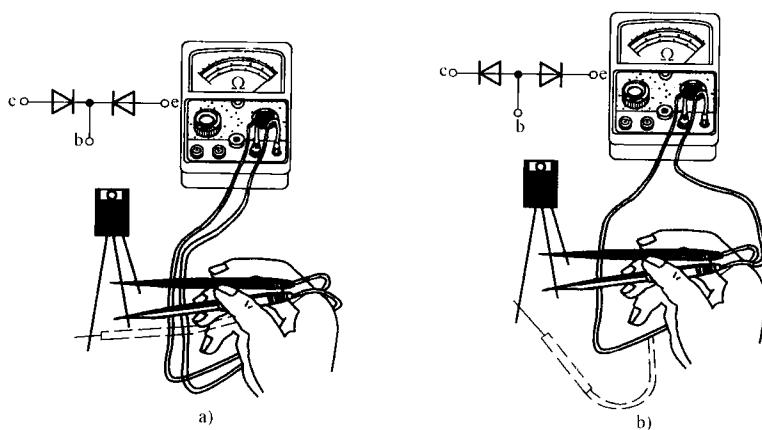

图 1-10 三极管基极的判别
(1)三极管基极的判别:将万用表置于  $R \times 100$  档,任意选定一个管脚为基极,将黑表笔与之相接,用红表笔分别接其他两极,若两种情况下测得的阻值基本相同,则所假定的管脚为基极;否则,另选一管脚重复上述测试,直到得到上述结果为止,如图 1-10 所示。